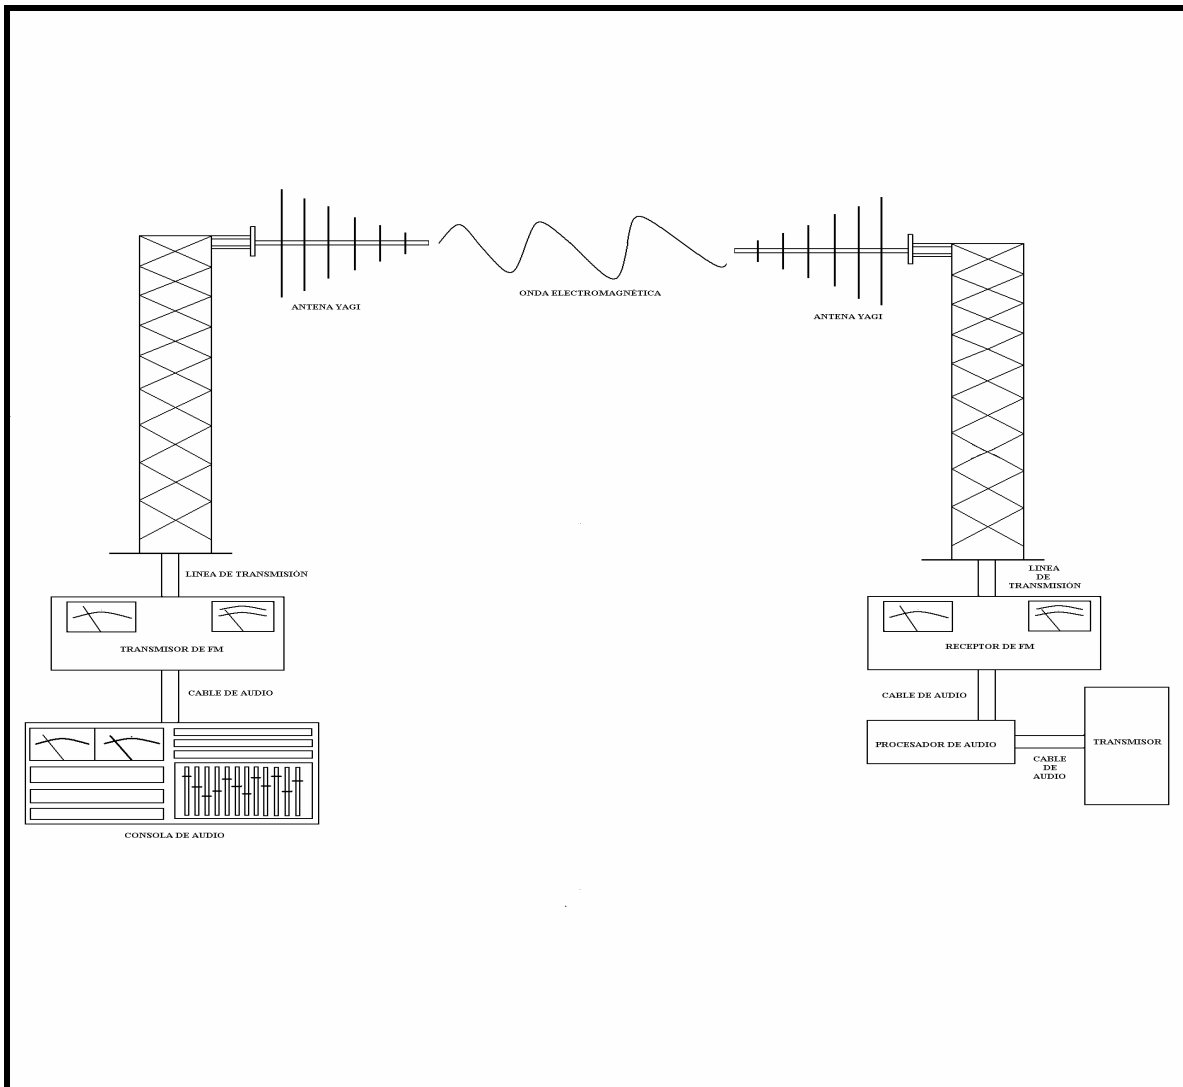

FIGURA 3.2.1.1 Elementos que conforman la transmisión de la señal desde el Edificio de Transmisión hasta la Planta Transmisora.
El DX 50 está formado por el Gabinete del PA, compuesto por tres compartimientos que son: el Compartimiento de Control Izquierdo, el Compartimiento de Control Central y el Compartimiento de Control Excitador; el Gabinete de la Red de Salida y el Panel de Encendido por Pasos. Los Gabinetes, tanto del PA como de la Red de Salida están unidos directamente por pernos, por lo que no requieren de un posicionamiento ó nivelación (ver figura 3.2.1).
FIGURA 3.2.1 Composición del Transmisor de AM modelo Harris DX 50, donde las partes señaladas corresponden a los siguientes elementos: (1) Control de la Carga, que se utiliza para adaptar la carga a la impedancia del Transmisor de 50 ohms; (2) Control de Sintonía; (3) Panel de Medición / Tablero de Control; (4) Panel de Estado; (5) Compartimiento de Control Excitador; (6) Compartimiento de Control Central; (7) Compartimiento de Control Izquierdo; (8) Compartimiento de la Red de Salida.
Para llevar a cabo la transmisión de la señal de AM, primero debe tratarse la señal de audio a ser transmitida, lo cual se hace desde el edificio de transmisión, en una cabina de transmisión, en donde se encuentra una consola de audio, la cual se encarga de procesar la señal de audio y adecuarla antes de ser enviada al Transmisor ubicado en la Planta Transmisora. El proceso que se lleva a cabo se representa en la figura 3.2.1.1: